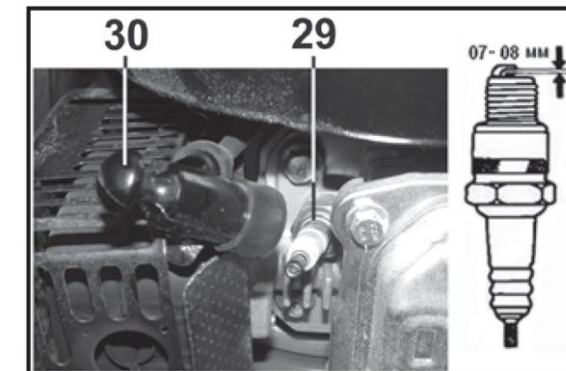

Рис. 15
9.5. Обслуживание свечи зажигания (Рис. 15).